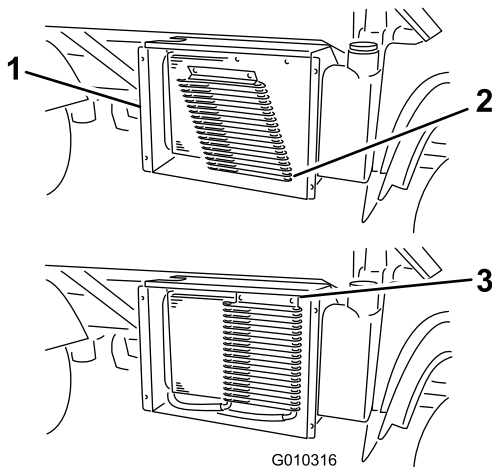

Figure 62
3. Le cas échéant, tournez les verrous et faites pivoter le refroidisseur d'huile pour l'éloigner du radiateur (Figure 62).